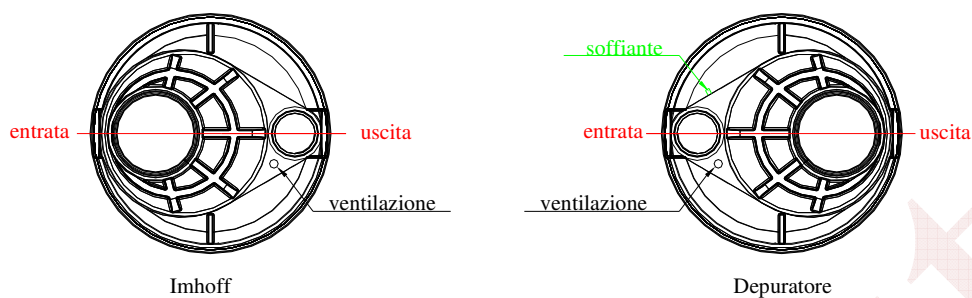

Fig.2 – Posizionamento collegamenti biogas e ossigenazione
5.2. Collegamento uscite biogas (ventilazione) (Fig.2)
- il collegamento deve essere effettuato utilizzando fascette di acciaio inox e tubo rinforzato in gomma da ¾" (19mm) o superiore, proteggendolo da schiacciamento e strozzature. Il collegamento al depuratore avverrà in corrispondenza del raccordo identificato dalla targhetta o scritta "soffiante" (Fig.2).